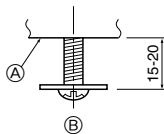
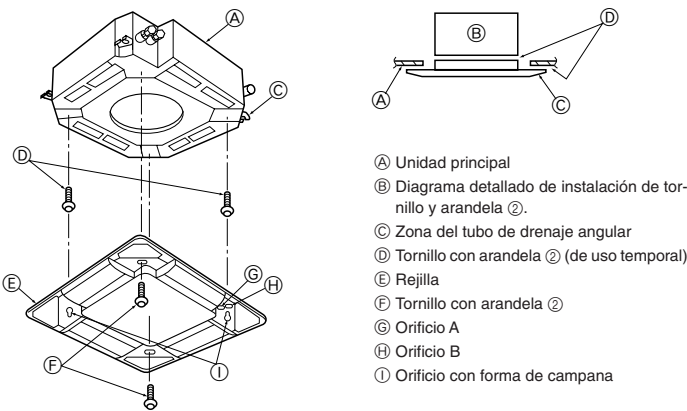

Fig. 5-5
Fig. 5-6
5.4.1. Preparación (Fig. 5-5)
- Instale los dos tornillos con arandelas adjuntos ② en la unidad principal (en el área del tubo de drenaje de uno de los extremos y en el extremo opuesto) tal y como se indica en el diagrama.
5.4.2. Instalación temporal de la rejilla (Fig. 5-6)